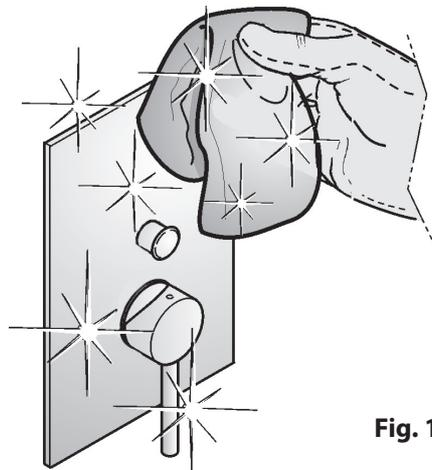

Fig. 10
- Con un panno, eseguire una accurata pulizia. (Fig.10)
- Use a rag to clean thoroughly.(Fig.10)
- Mit einem Tuch sorgfältig reinigen. (Abb.10)
- Nettoyer soigneusement avec un chiffon. (Fig.10)
- Limpie minuciosamente la zona con un paño. (Fig.10)
- Проведите тщательную чистку изделия, мягкой тканью. (Рис.10)